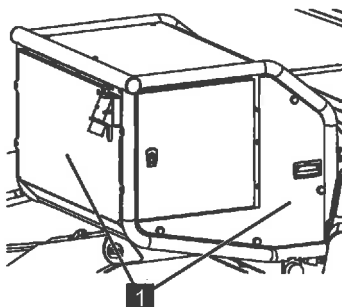

Abb. 204
4. Abdeckhauben (Abb.204/1) abschrauben.